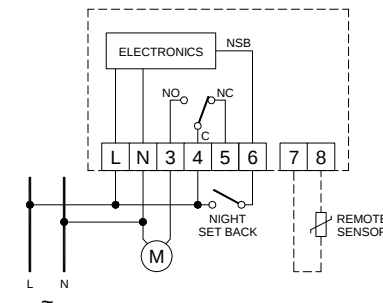

Fig. 5
4. Eseguire i collegamenti elettrici, facendo passare i fili tramite l'apertura rettangolare (8), seguendo lo schema di collegamento di Fig. 5.
Al morsetto 6 (Fig. 5) è possibile collegare un contatto esterno che consente di attivare la modalità di 'Riduzione Notturna' (Night Set Back).